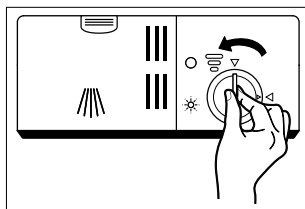

Fig. 9
- ▶ Ruotare il coperchio del contenitore del brillantante (6) in senso antiorario verso la freccia di sinistra e rimuoverlo (vedere la **fig. 9**).